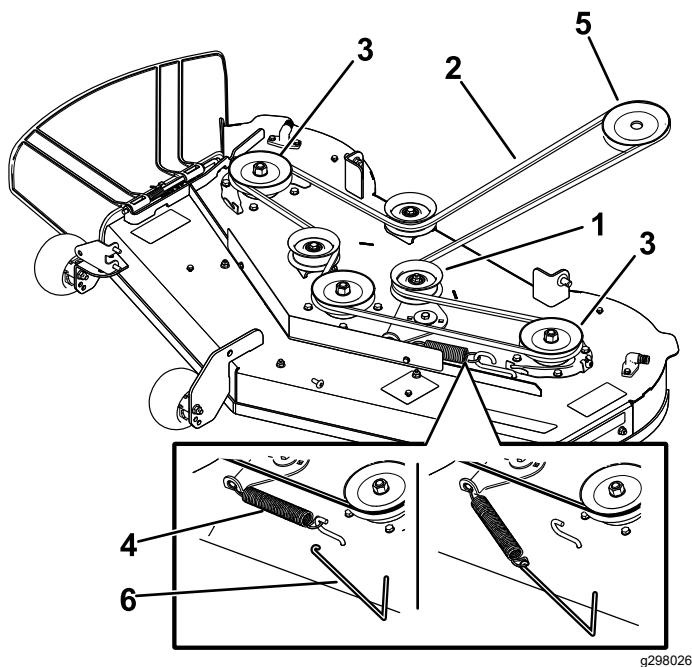

Figure 53
5. À l'aide d'un outil de dépose de ressort (réf. Toro 92-5771), décrochez le ressort du crochet sur le tablier pour détendre la poulie de tension et déchaussez la courroie des poulies (Figure 52 ou Figure 53).
- Acheminez la courroie neuve autour de la poulie du moteur et des poulies du tablier de coupe (Figure 52 ou Figure 53).
- À l'aide d'un outil de dépose de ressort (réf. Toro 92-5771), accrochez le ressort au crochet situé sur le tablier, afin d'exercer une tension sur la poulie de tension et la courroie du tablier de coupe (Figure 52 ou Figure 53).